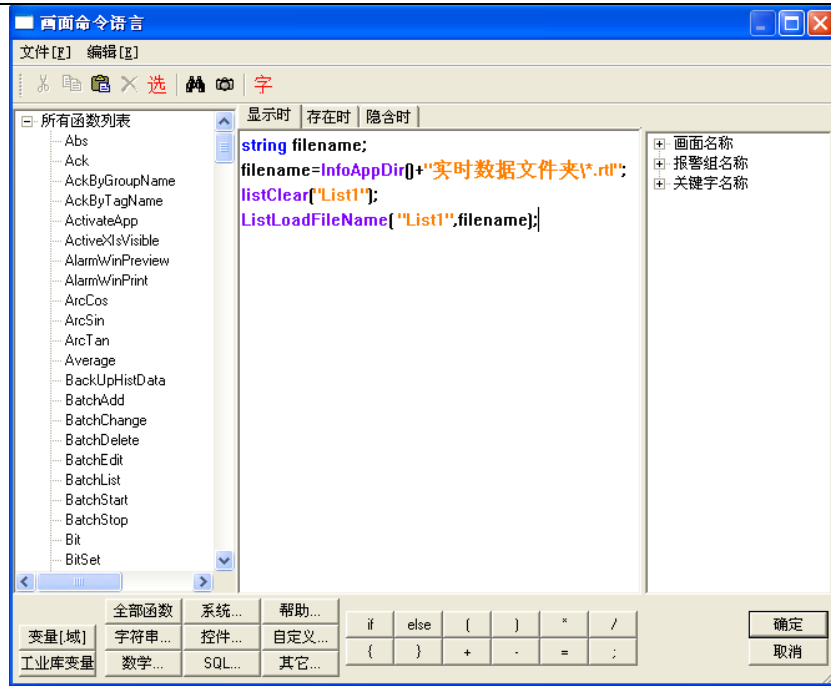

图 8-15
- 6、在画面中单击鼠标右键，在画面属性的命令语言中显示时输入如下命令语言，如图 8-15 所示。